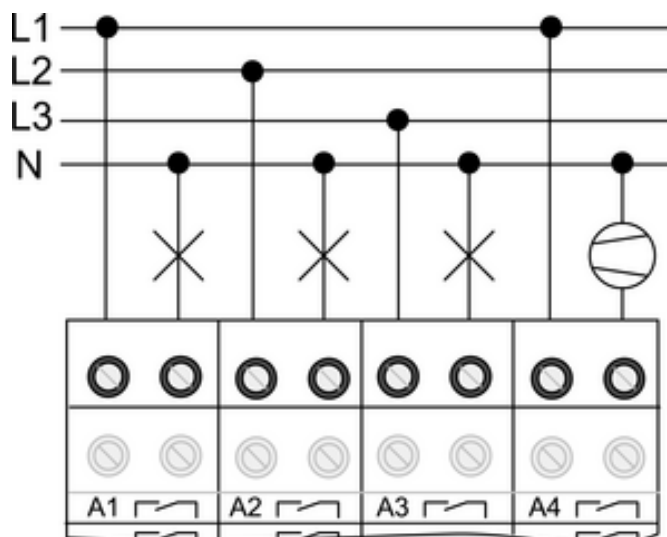

Рисунок 4
- Подключить переключаемые нагрузки (рисунок 4).